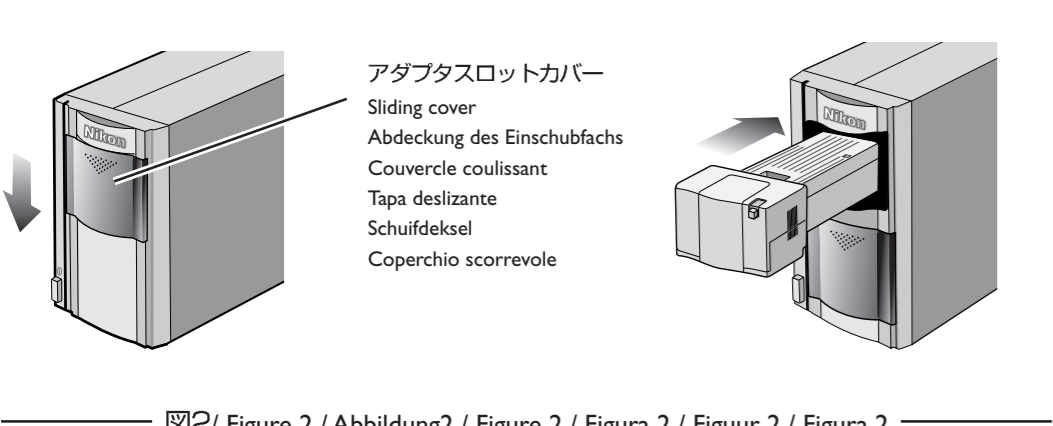

図2/ Figure 2 / Abbildung 2 / Figure 2 / Figura 2 / Figuur 2 / Figura 2
スキャナ本体のアダプタスロットカバーを開き、A P SフィルムアダプタIA-20 (S)を、アダプタスロットの奥に突き当たるまでゆっくり差し込んでください。（図2）